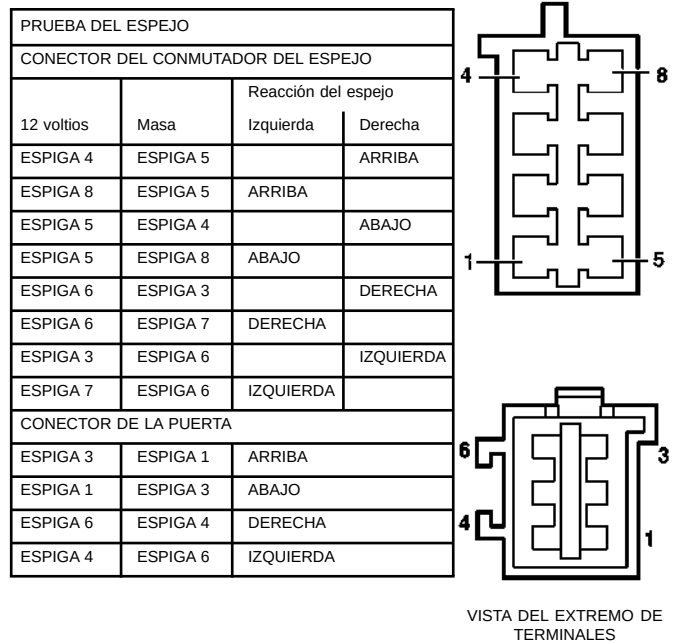
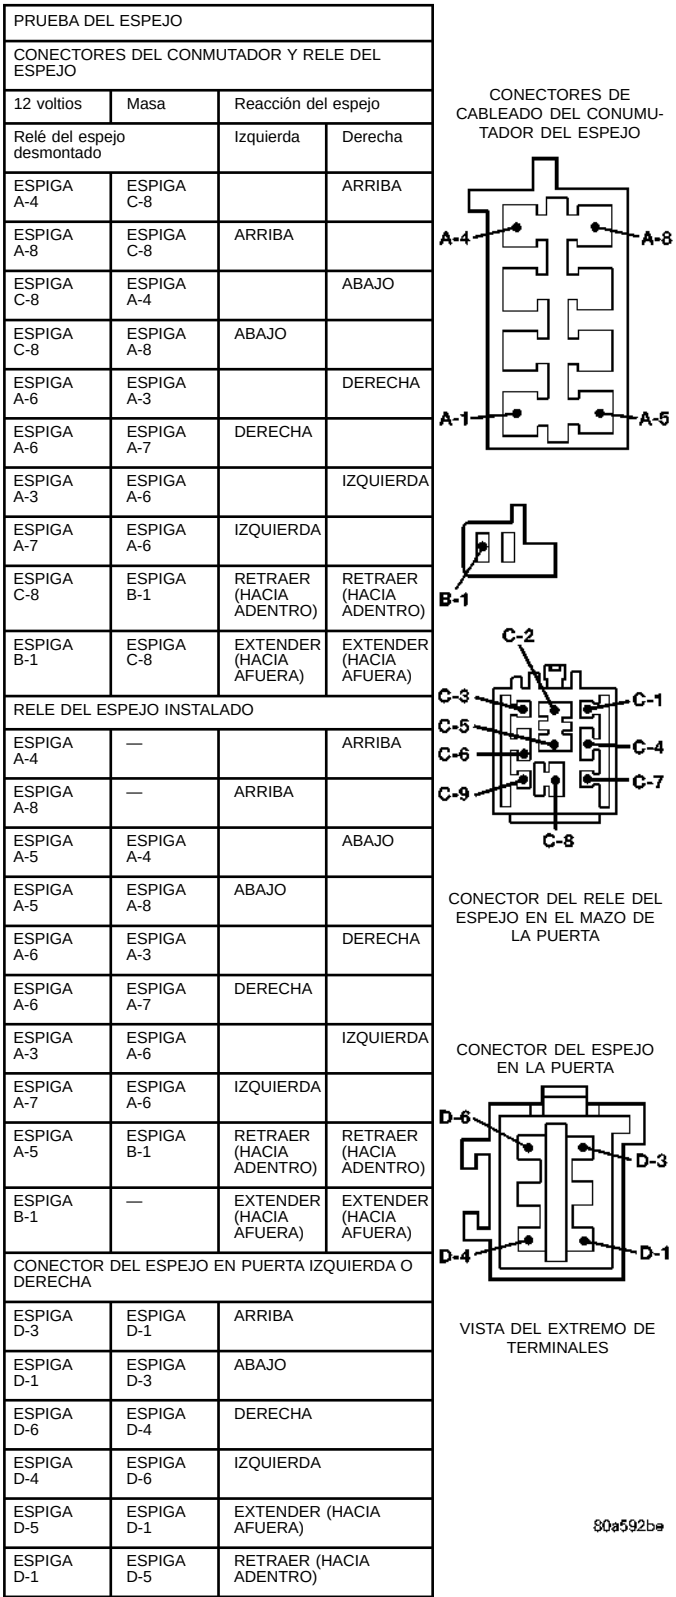
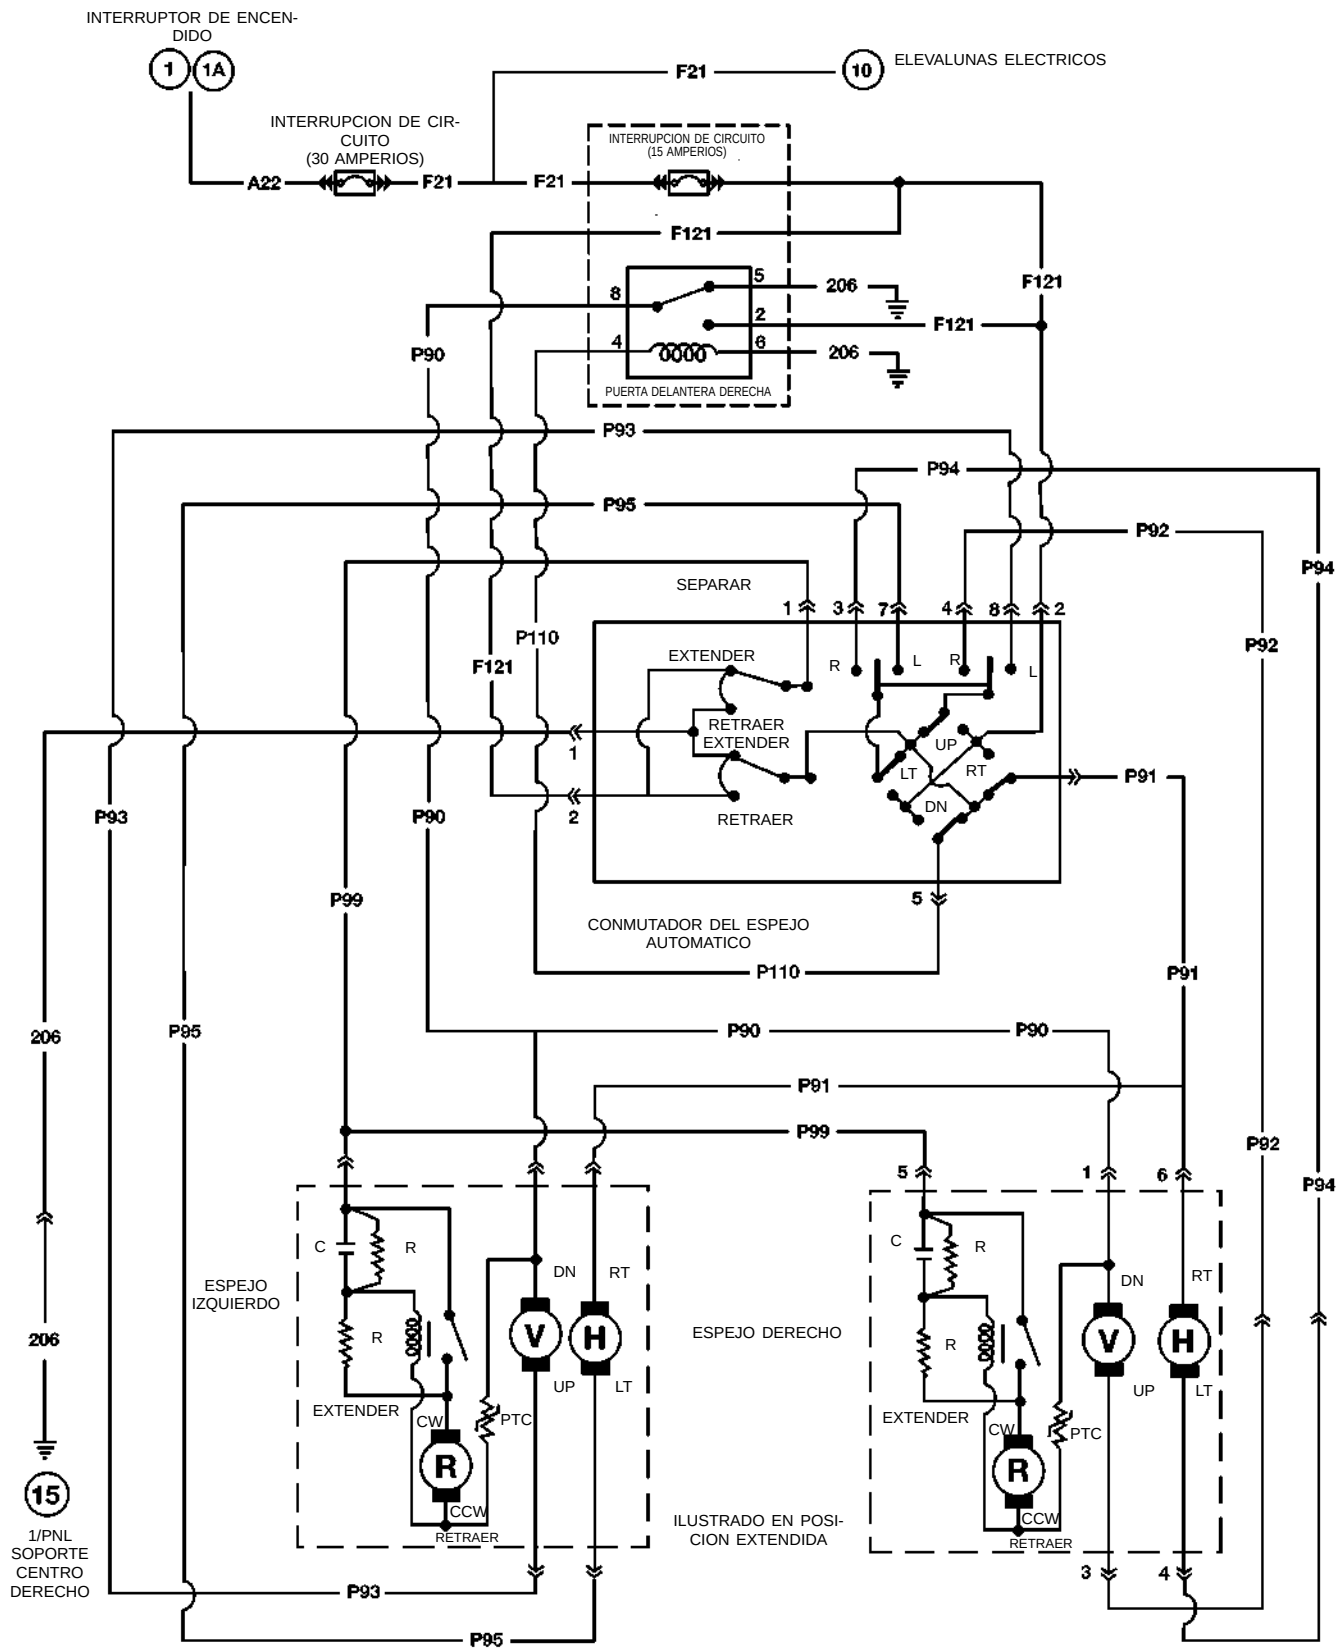

Fig. 5 Prueba del espejo
Fig. 6 Prueba del espejo automático plegable
Fig. 7 Esquema de cableado de los espejos automáticos plegables
- (2) Retire los tornillos de instalación del conmutador de la parte posterior del panel, y retire el conmutador.
- (3) Desconecte el conector del cable.
- (4) Utilice dos cables de puente. Conecte uno de ellos a una fuente de 12 voltios y el otro a una buena masa de carrocería. Consulte Prueba del espejo (Fig. 5) a fin de saber cómo responde el espejo. En el caso de un vehículo RHD con espejo eléctrico plegable consulte la (Fig. 6)
- (5) Si los resultados de la prueba no coinciden con los que se muestran en la (Fig. 5), verifique si hay un circuito en corto o abierto (Fig. 7), o reemplace el conjunto del espejo, según sea necesario.